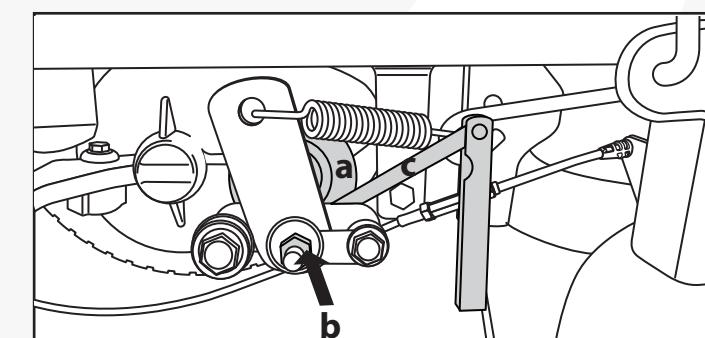

Fig. 35
2. Mientras se balancea el rotor del freno (a) hacia adelante y hacia atrás, apriete lentamente la tuerca (b) hasta que no sea posible mover el rotor del freno. (Fig. 35)